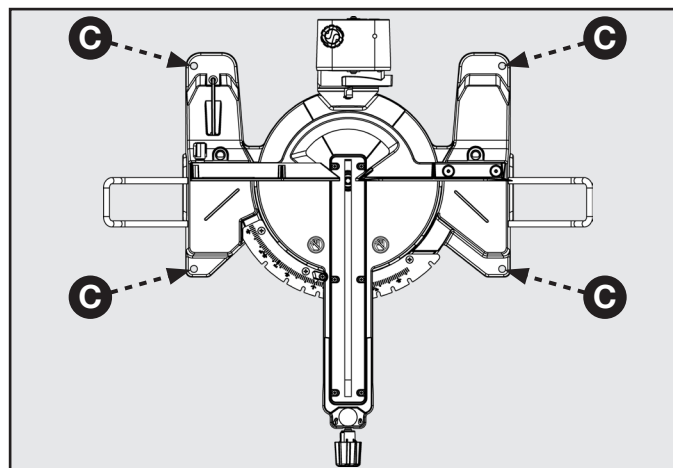

FIGURE 5
**⚠ AVERTISSEMENT :** Pour assurer un fonctionnement sûr et précis, cette scie doit être montée sur une surface stable et plane comme un établi. Pour monter l'outil sur une surface stable, reportez-vous à la figure 5 et procédez comme suit :
1. Localisez les quatre trous de montage dans la base de la scie (E).